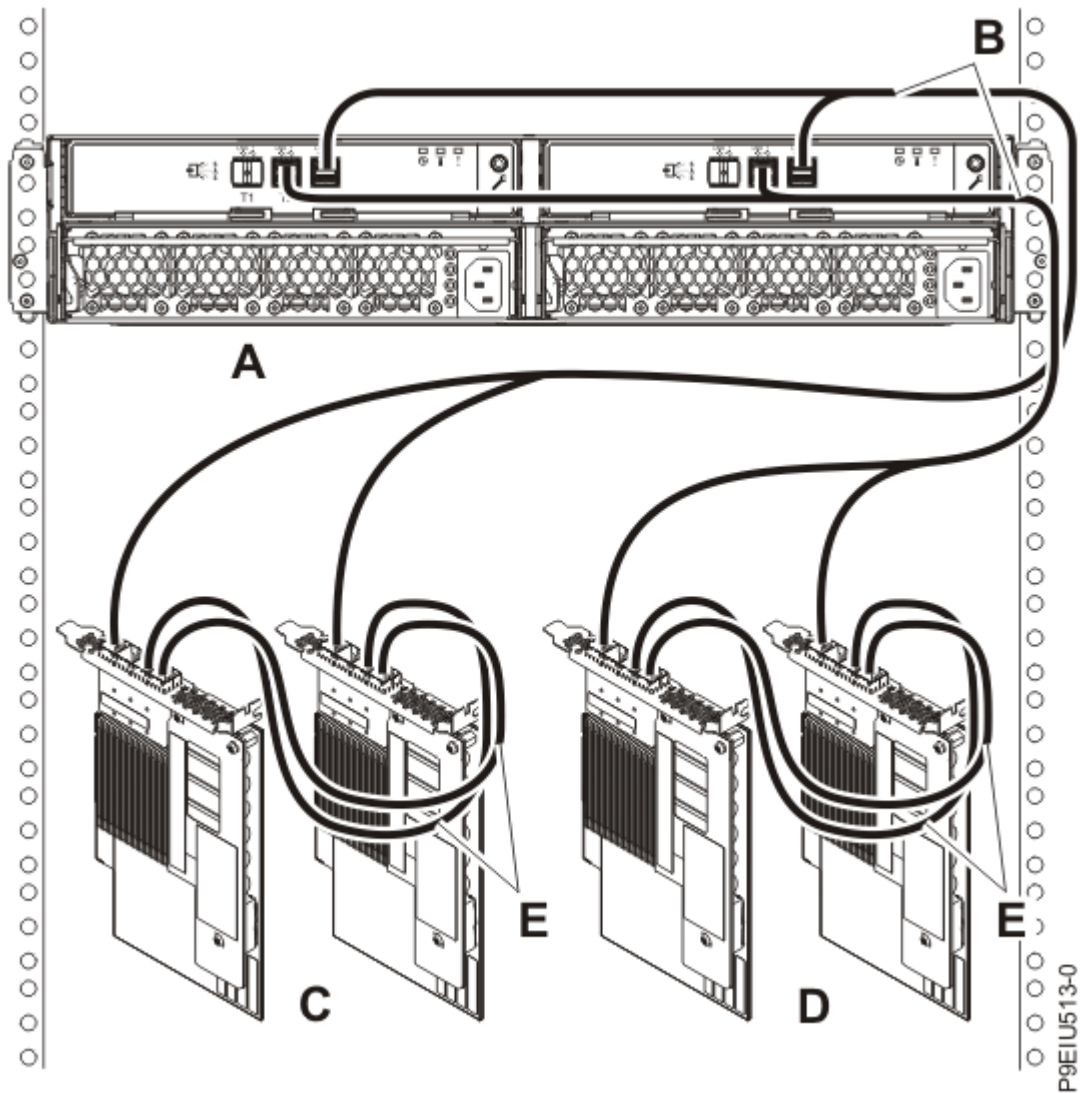

図 22. AA ケーブル付きの 2 対の FC EJ0L SAS アダプター・ペアまたは 2 対の FC EJ14 SAS アダプター・ペアへの X12 ケーブルを使用した、1 台の ESLS のモード 2 接続
22. 27 ページの図 22 に示すように、X12 ケーブル (B) を使用して、2 台の FC EJ0L SAS アダプター・ペア、または AA ケーブル (E) を使用した 2 台の FC EJ14 SAS アダプター・ペア (C および D) を接続し、1 台のエンクロージャー (A) のモード 2 接続をします。その後、29 ページの『ケーブルと電源コードの接続およびカバーの取り付け』に進みます。
- SAS アダプター・ペア 1 (C) の各アダプターは、ペア 1 の他方のアダプターおよびドライブ・ベイ D1 から D12 にアクセスできます。
- SAS アダプター・ペア 2 (D) の各アダプターは、ペア 2 の他方のアダプターおよびドライブ・ベイ D13 から D24 にアクセスできます。